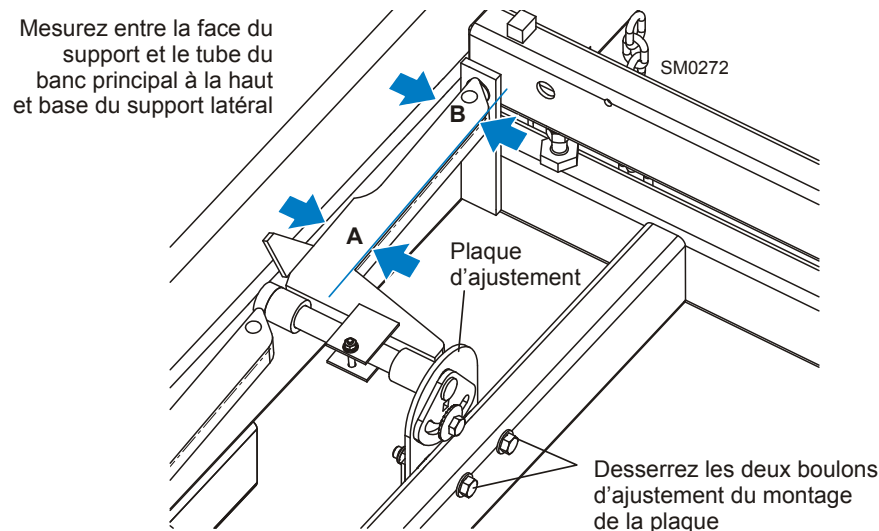

FIG. 7-13
**Voir Figure 7-13.** Desserrez les deux boulons de montage de la plaque d'ajustement. Utilisez un maillet pour déplacer la plaque jusqu'à ce que le support latéral soit parallèle au tube du banc dans la position horizontale. Resserrez les boulons de montage.